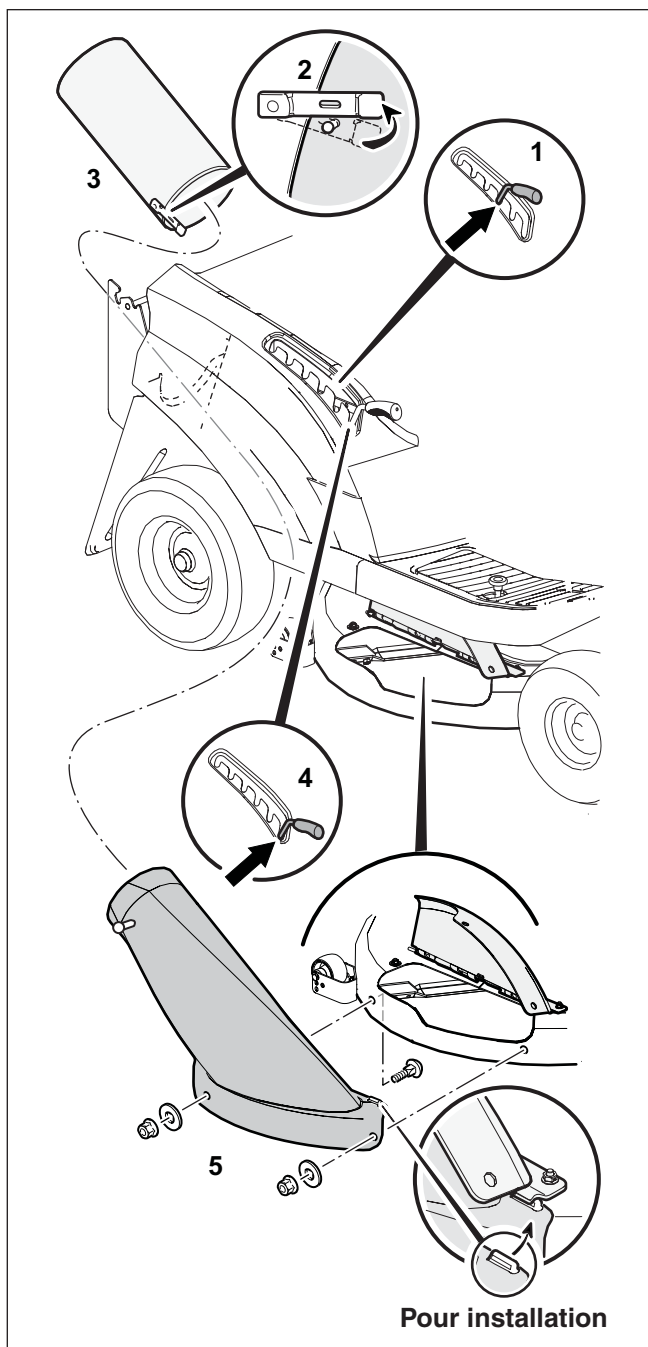

Figure 10
1. Suivre les étapes indiquées à la **Figure 10** pour retirer la goulotte d'éjection arrière et l'extension de goulotte.